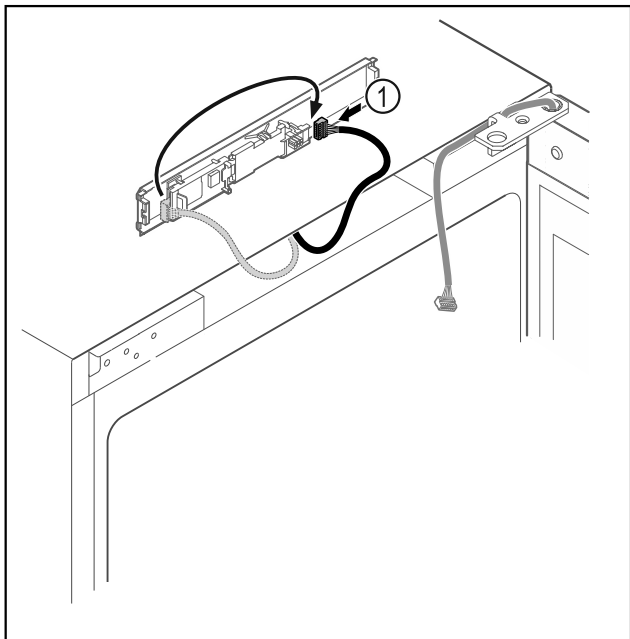

Fig. 14
- Lidhni spinën Fig. 14 (1) në qark në anën tjetër.